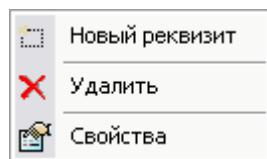

Рис. 57
Для совершения действий над реквизитом нажмите на него правой кнопкой мыши. Появится следующее меню (Рис. 57).
1. Выберите в меню пункт **Новый реквизит** (Рис. 57).